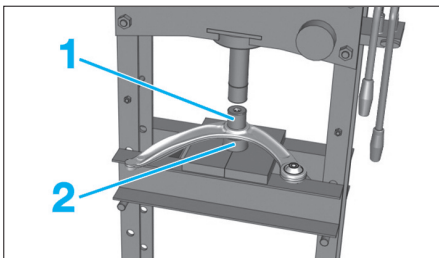

Fig. 15
- Positionner le bras inférieur sur une presse munie d'une cloche d'appui (1) et d'un tampon de montage (2) adaptés (Fig.15).